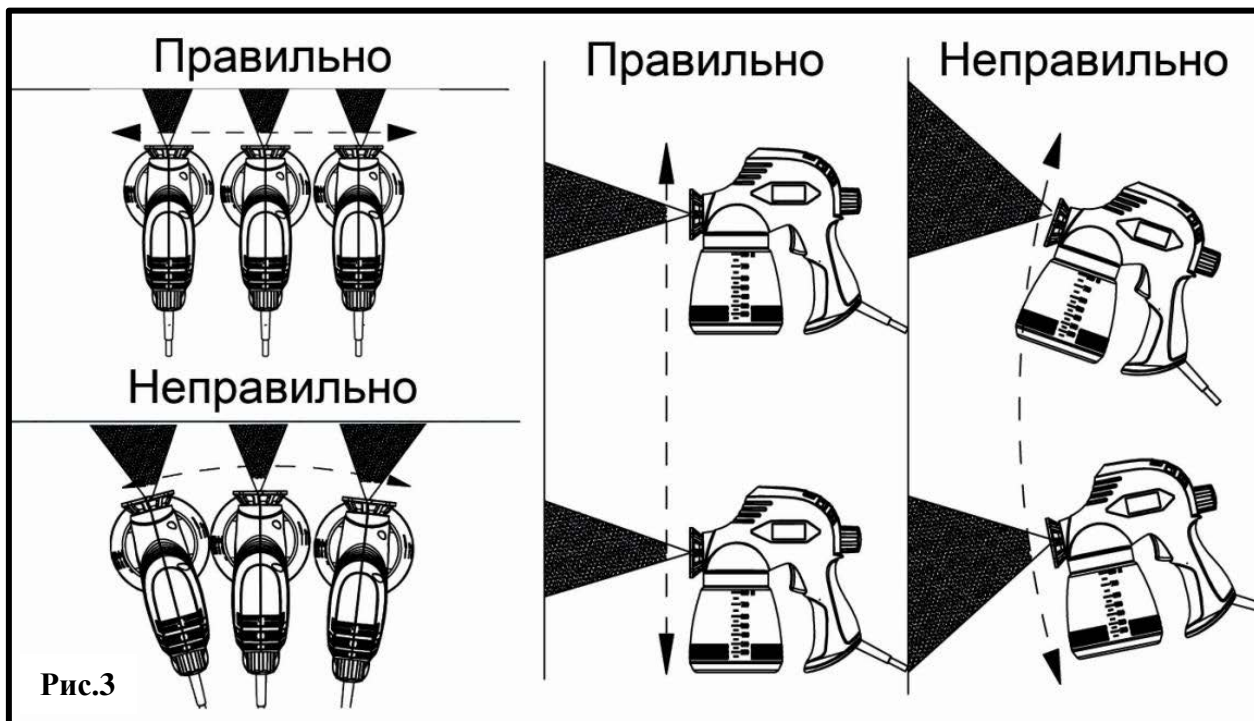

Рис.3
- Для обеспечения равномерного покрытия не следует перемещать краскопульт слишком быстро или слишком медленно. При быстром перемещении слой покрытия получится очень тонким, а при медленном слишком толстым. (См. Рис.3).